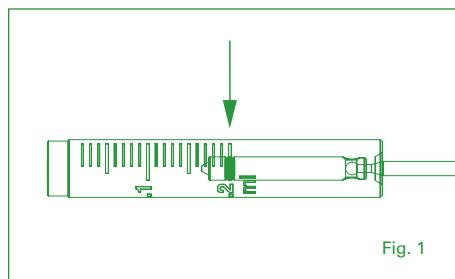
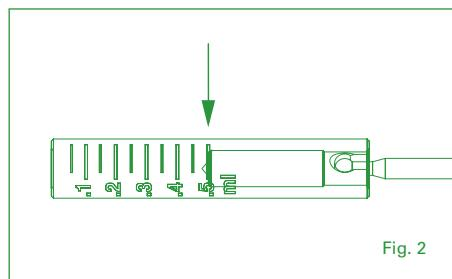

Fig. 1
Fig. 2
Volume setting (Fig 1 and 2)
Loosen locking nut (5) and turn socket (4) to center O-ring on desired graduation on models 0.1, 0.2 and 0.3 mL (Fig 1). For 0.5, 1 and 2 mL, center plunger edge on desired graduation (Fig 2). Tighten locking nut (5) in order to prevent any volume alteration. Activate a few times the plunger to verify good operation.
Volumeneinstellung (Abb. 1 und 2)
Kolben vor Volumeneinstellung mehrmals betätigen um eine reibungslose Kolbenbewegung (Haftgleiteffekt) zu ermöglichen. Gegenmutter (5) lösen und Führungshülse drehen, um den O-Ring an der gewünschten Teilung bei den Modellen 0.1, 0.2 und 0.3 mL zu zentrieren (Abb. 1). Bei 0.5, 1 und 2 mL die Kolbenkante auf die gewünschte Teilung einstellen (Abb. 2). Gegenmutter (5) anziehen, um eine Volumenänderung zu vermeiden. Kolben mehrmals betätigen um die einwandfreie Funktionalität zu überprüfen.
Réglage du volume (Fig 1 et 2)
Activer quelques fois le piston avant tout réglage. Desserrer le curseur (5) et tourner la douille (4) afin d'aligner le joint du piston sur la graduation désirée, pour les modèles de 0.1, 0.2 et 0.3 mL (Fig 1). Pour les 0.5, 1 et 2 mL, aligner le bord supérieur du piston sur la graduation (Fig 2). Resserrer le curseur (5) pour éviter tout changement inopiné du volume pendant le travail. Vérifier le bon fonctionnement en activant le piston quelques fois.